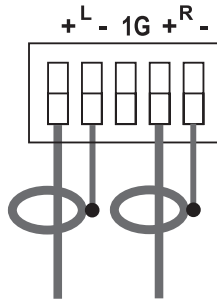

Рис. 7. Подключение источников небалансного стереофонического аудиосигнала
- подключение источников небалансного аудиосигнала (рис. 7)